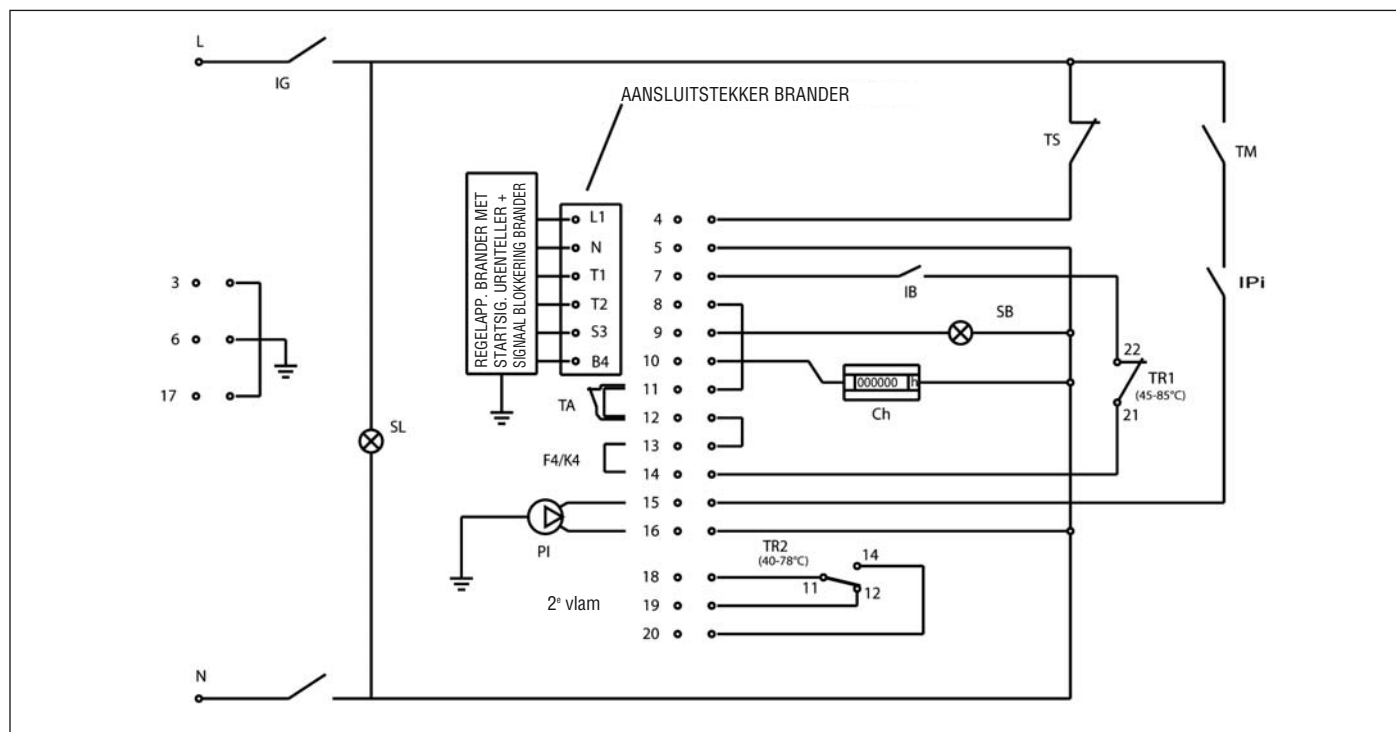

Fig. 17
7.2 Elektrisch schema voor brander en eenfasepomp (Fig. 17)